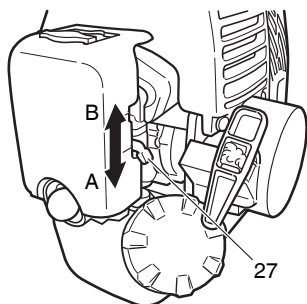

Fig. 24
2. Lleve la palanca del estárter (27) a la posición CLOSED (cerrado) (A). (Fig. 24)